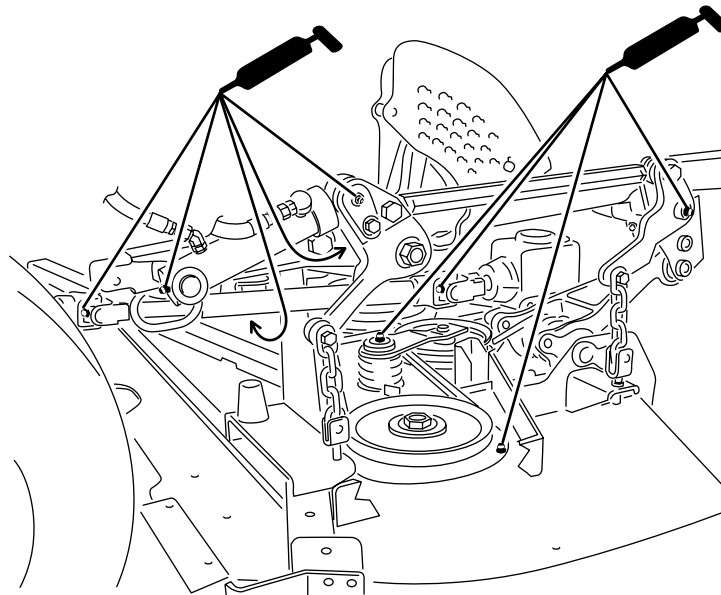

Figura 28
1. Limpie los engrasadores para evitar que penetre materia extraña en el cojinete o casquillo (Figura 28).